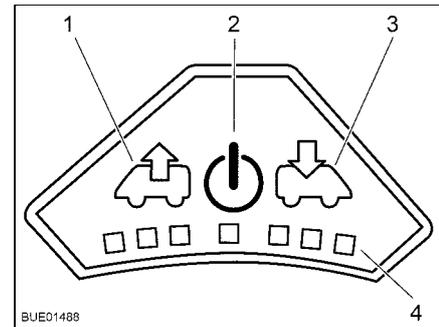

Bild 116 Bedienfeld des Ventilators
- Einschalten:** ■ Taste Ein/Aus (Bild 116,2) drücken. Der Ventilator läuft im Komfortmodus (Entlüften mit niedrigster Ventilatordrehzahl).
- Um die Ventilatorzahl zu erhöhen: Taste Entlüften (Bild 116,1) drücken. Die Ventilatorzahl in Entlüftungsrichtung nimmt um eine Stufe zu. LEDs (Bild 116,4) zeigen die Schaltstufen an.
- Um die Ventilatorzahl zu verringern: Taste Belüften (Bild 116,3) drücken. Die Ventilatorzahl nimmt um eine Stufe ab.
- Um die Ventilatorzahl zu erhöhen: Taste Belüften (Bild 116,3) drücken. Die Ventilatorzahl in Belüftungsrichtung nimmt um eine Stufe zu. LEDs (Bild 116,4) zeigen die Schaltstufen an.
- Um die Ventilatorzahl zu verringern: Taste Entlüften (Bild 116,1) drücken. Die Ventilatorzahl nimmt um eine Stufe ab.
- Taste Ein/Aus (Bild 116,2) drücken. Der Ventilator stoppt, die LEDs erlöschen.